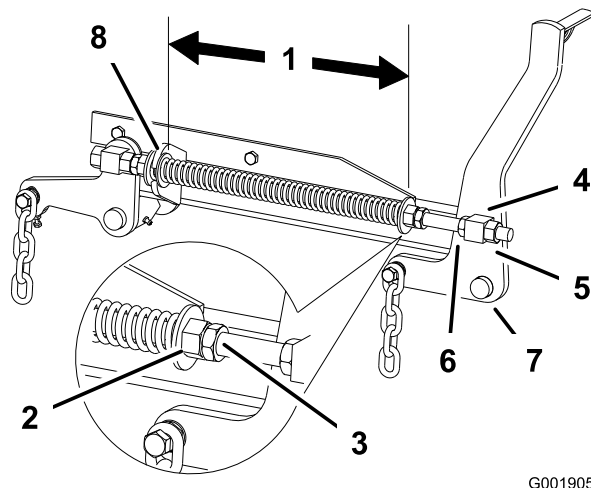

Figura 79
2. Compruebe la distancia entre las dos arandelas grandes, que debe ser de 29,2 cm (Figura 79).
3. Ajuste esta distancia aflojando la contratuercas elástica y girando la tuerca que está delante de cada muelle (Figura 79). Gire la tuerca en el sentido de las agujas del reloj para acortar el muelle y en el sentido contrario a las agujas del reloj para alargar el muelle.
4. Fije la tuerca en la posición deseada apretando la contratuercas elástica (Figura 79).